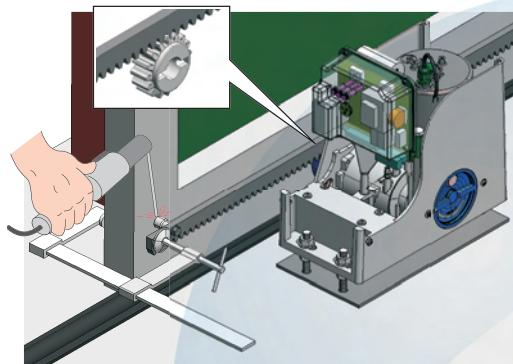

Fig. 13
- Poser sur le pignon le premier élément de la crémaillère au niveau correct et souder le cliquet taraudé sur le portail d'après la Fig. 13.